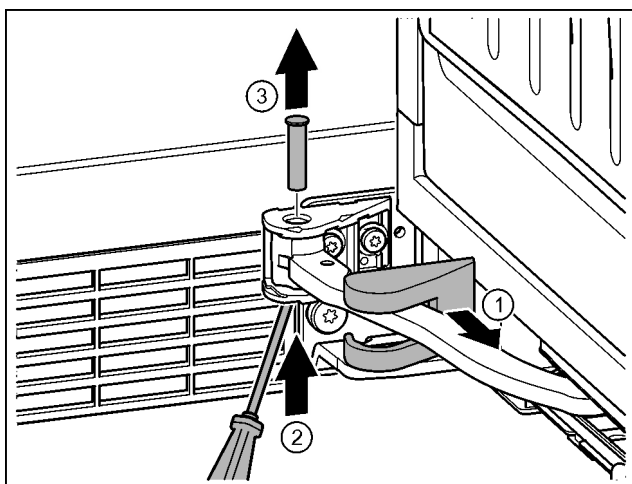

Fig. 15
- Τραβήξτε έξω το κάλυμμα του στηρίγματος και ωθήστε το κατά μήκος της άρθρωσης. Fig. 15 (1)
- Ανασηκώστε από κάτω τον πείρο με το δάκτυλο ή με κατσαβίδι. Fig. 15 (2)
- Περάστε το κατσαβίδι κάτω από την κεφαλή του πείρου και τραβήξτε τον έξω. Fig. 15 (3)